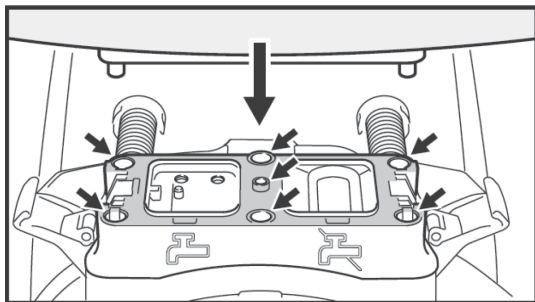

Рис.34
- Перед установкой бака, тщательно очистите пластиковые штифты бака, посадочные отверстия и поверхность дозатора от возможных загрязнений (рис. 34).